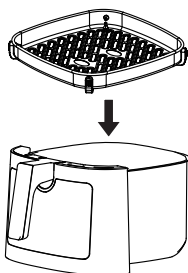
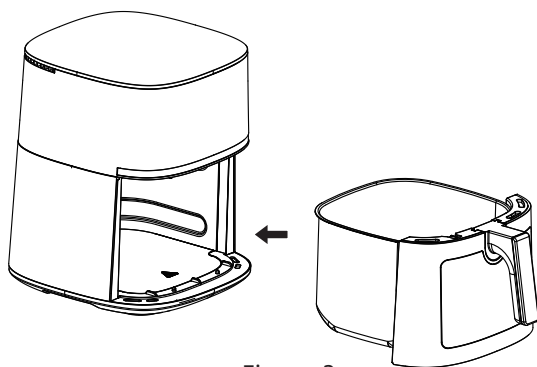

Figura 2
Figura 3
2. Introduzca la rejilla en la cesta (Figura 2), y luego meta la cesta en la unidad principal (Figura 3).